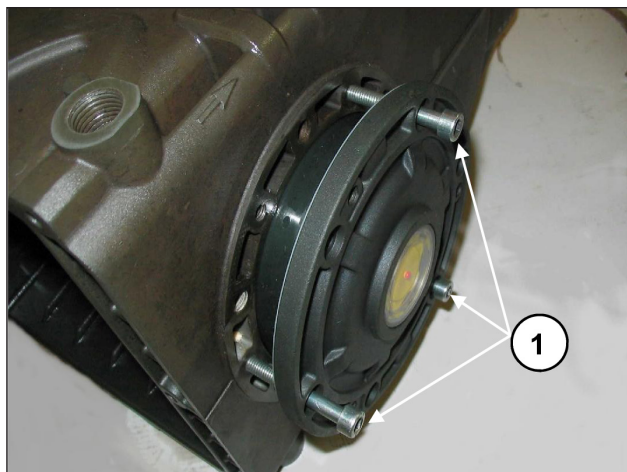
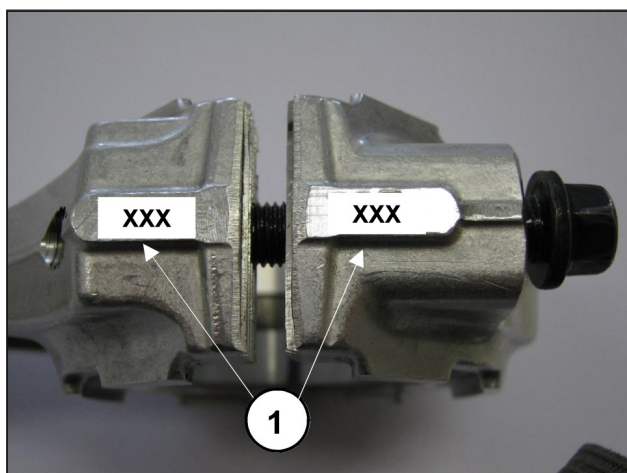

Fig. 8
Fig. 9
Antes de montar as coberturas laterais, certifique-se da presença dos anéis circulares de estanqueidade em ambos os anéis de calço somente sobre a cobertura lateral da luz. Para facilitar a entrada da primeira seção e o relativo inserimento das tampas no cárter, é aconselhável o uso de três parafusos M6x40 parcialmente roscados, (Fig. 8, pos. ①) para depois completar a operação com os parafusos fornecidos (M6x18).
- Emparelhe as capas de biela em suas respectivas hastes, consultando a numeração (Fig. 9, pos. ①). **Preste atenção na direção correta da montagem das capas.**
Para a aproximação das duas coberturas laterais ao cárter, podem ser usados 3 parafusos M6x40 para uma primeira fase de orientação, conforme indicado na Fig. 8 e os parafusos previstos para a fixação final.
Depois de desmontar as coberturas laterais, conforme indicado no parág. 2.1.1, retire o anel externo dos rolamentos das coberturas e do anel interno com a parte restante do rolamento, das duas extremidades do eixo através de uma "tomada de caça" normal ou ferramenta equivalente, conforme indicado na Fig. 8 e Fig. 9.